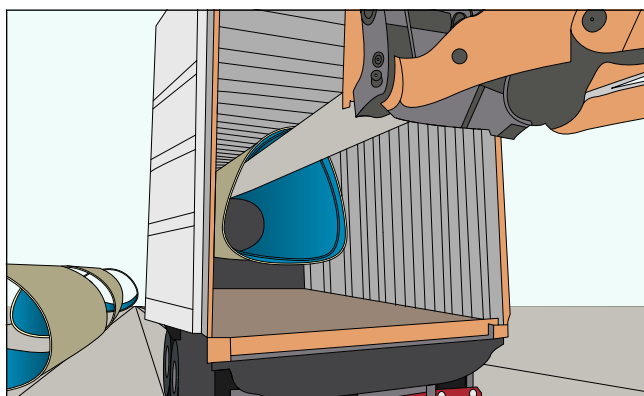

Fig. 10: Descarga pela parte traseira do camião ou do contentor
- Pela parte traseira do camião, utilizando um empilhador equipado com uma proteção especial que passa pelo interior do tubo (Fig. 10).